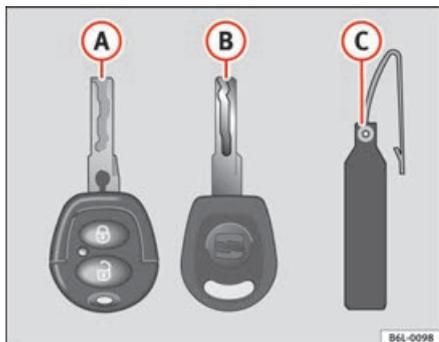

Fig. 46 Jeu de clés
- une clé à radiocommande ⇒ fig. 46 (A)
- une clé sans commande (B),
- une languette en matière plastique (C) sur laquelle figure le numéro de la clé.
Un double de clé ne peut être réalisé qu'à l'aide du numéro de clé figurant sur la languette en matière plastique ⇒ fig. 46 (B). C'est pourquoi :